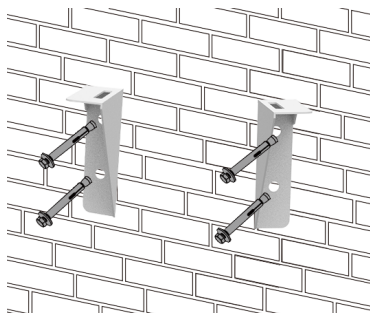

Abbildung 4-3
- b) Wählen Sie den empfohlenen Bohrkopf (Abbildung 4-3) und bohren Sie 4 Löcher von 100 mm - 110 mm Tiefe in die Wand.
- c) Befestigen Sie die Batterie mit einem geeigneten Hammer an der Wand und setzen Sie die Dehnschrauben in die Löcher ein, wie in Abbildung 4-3 dargestellt.